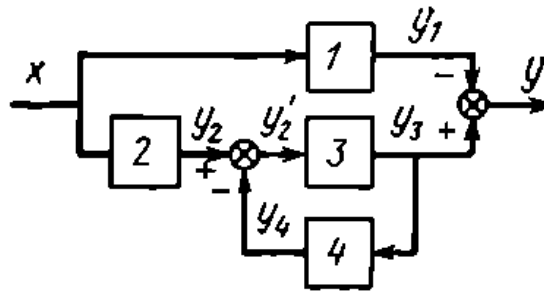

Рисунок 1. Структурная схема измерительного прибора
1. Проанализировать структурную схему измерительного прибора (рис.1).